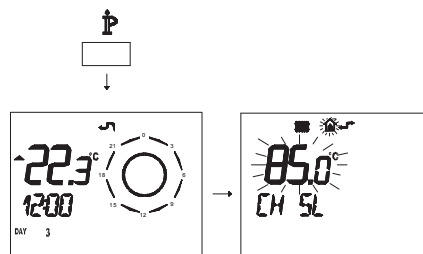

Figura 5.32
1,5 se muestra en la Figura 5.32.
- Pulse durante más de 3 segundos el botón P para entrar en la modalidad **INFO** (Figura 5.32).